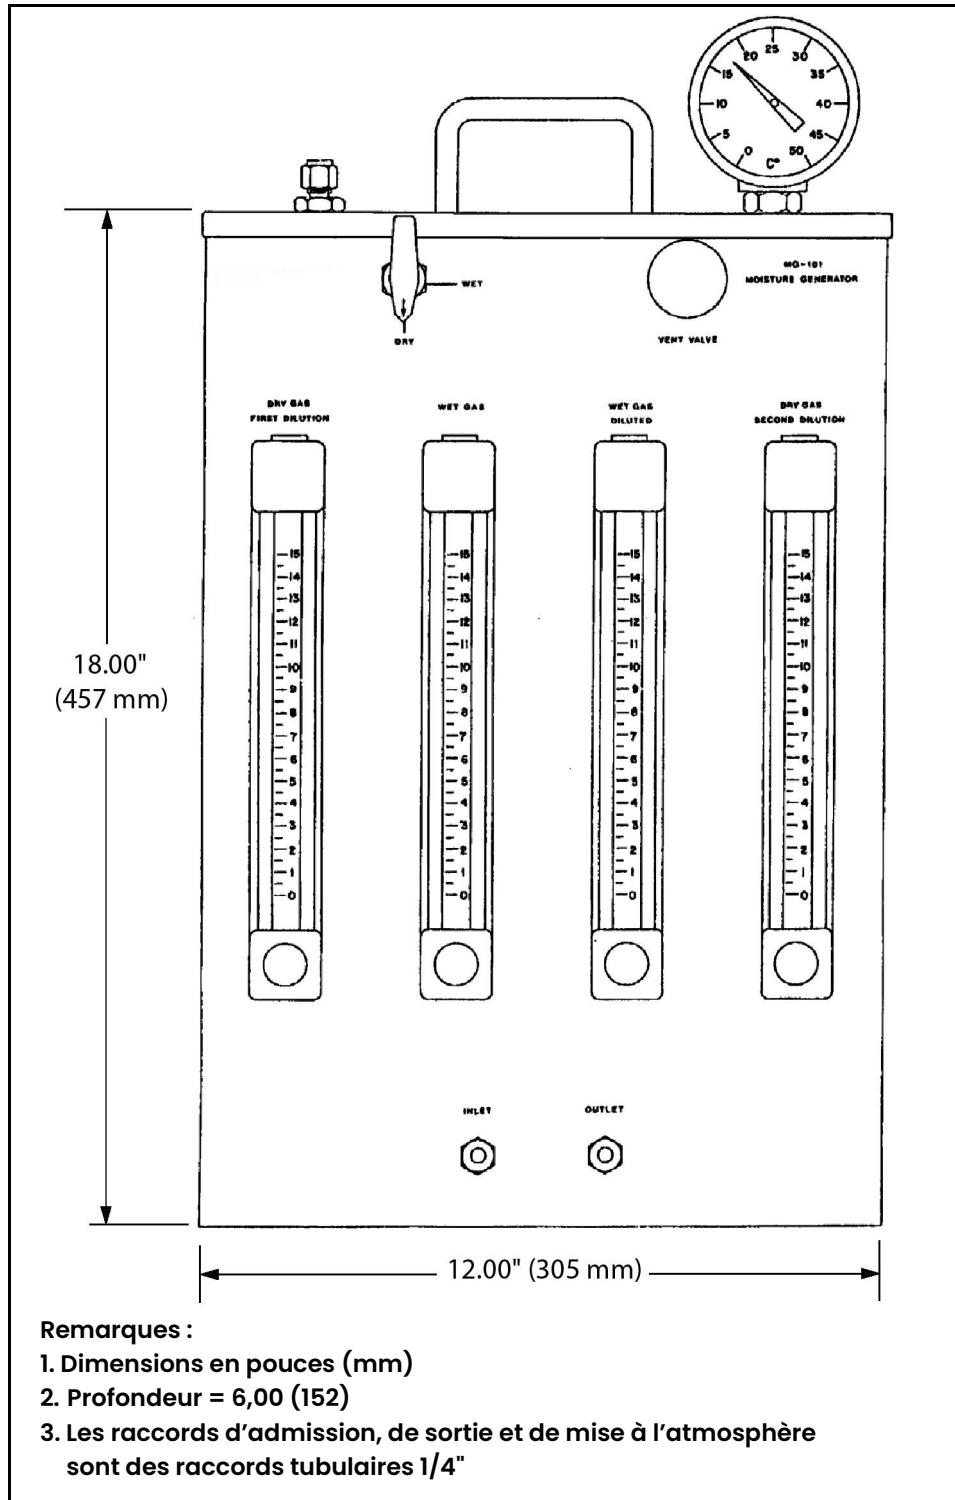

Figure 8: Dimensions hors-tout du générateur d'humidité MG-101
**Remarque:** Voir Figure 8, page 16 pour un schéma dimensionnel du MG-101.